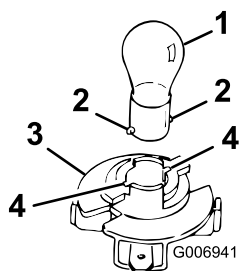

Figura 54
4. Premete la lampada e giratela in senso antiorario finché non si ferma (circa 1/4 di giro), quindi toglietela dal portalamпада (Figura 54).
2. Inserite la base nel portalampada (Figura 54).